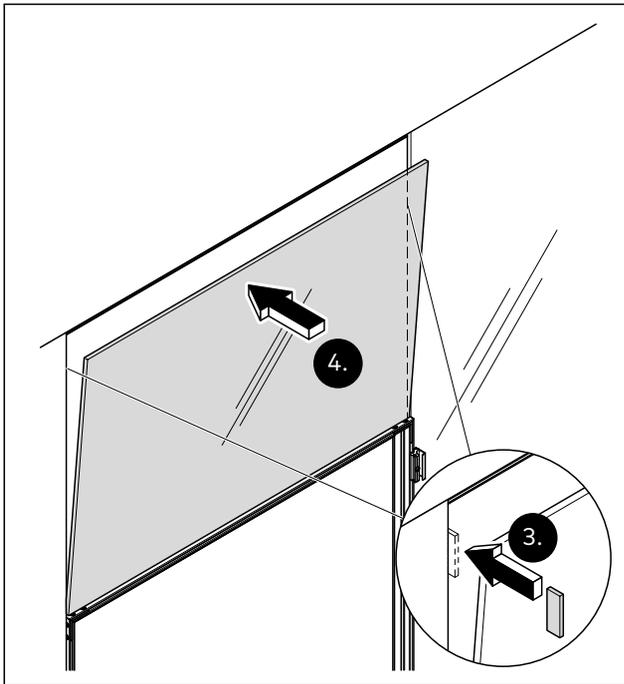

Abb. 36 Das Oberlicht ausrichten und in Position halten
- Den Abstand zwischen Oberlicht und Seitenteilen mit einem Abstandhalter sicherstellen (Abb. 36).